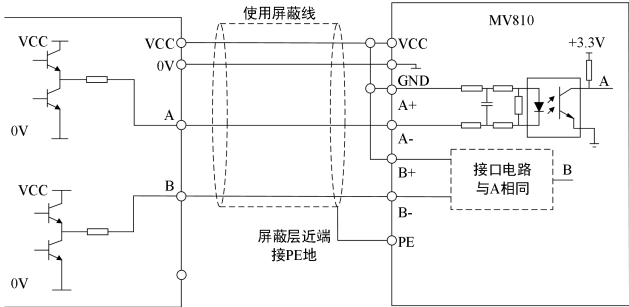

图 4-21 推挽信号 PG 接线示意图
(2) PG 输出信号为推挽信号，与接口板端子的连接如图 4-21 所示：